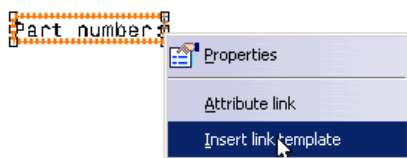

图 6-486
- » 步骤 04 不关闭 Text Editor（文本编辑器）对话框，右键单击其文本框，在弹出的快捷菜单中选择 Insert link template（插入链接模板）命令，如图 6-486 所示。